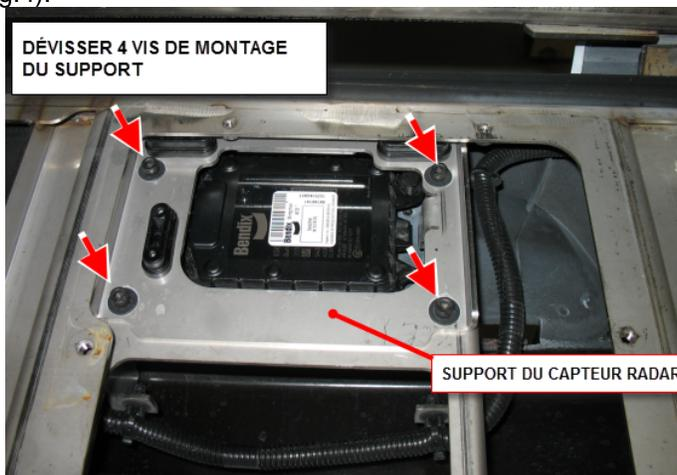

FIG.5 : SÉRIE X3
3. Dévisser 4 vis de montage, retirer le support du capteur radar existant et débrancher le connecteur du câblage du capteur radar (fig.5). Conserver la quincaillerie pour réutilisation. Si nécessaire, couper une ou deux attaches de nylon fixant le câblage du capteur radar pour faciliter le retrait.